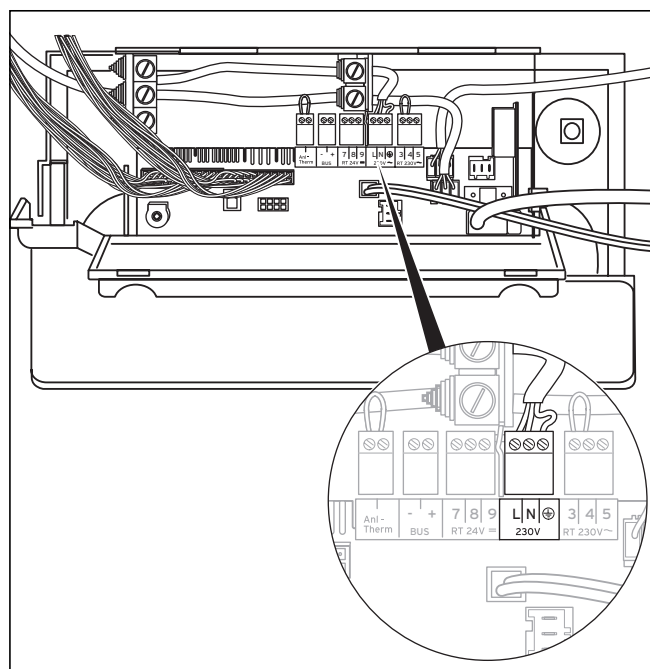

Fig. 5.12 Ejemplo de guía de cables
- Conecte los conductores en las ranuras de conexión del sistema electrónico (L, N y tierra), véase fig. 5.12. Utilice el enchufe correspondiente.